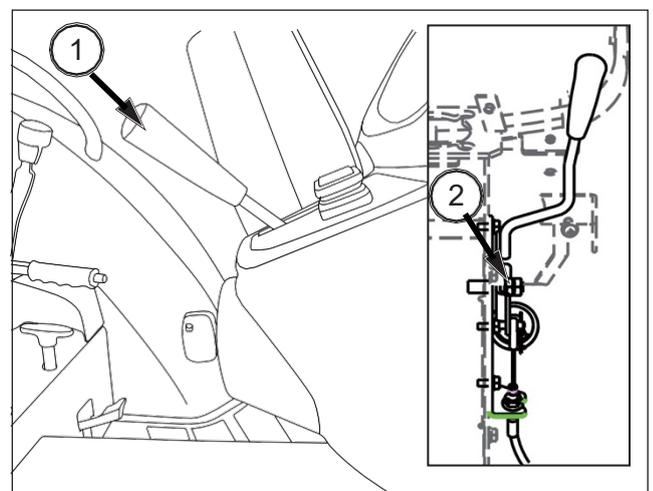

FIG. 108
FIG. 108: La palanca de aceleración (1) debe estar en la posición escogida por el conductor. Con un uso normal, la fricción de la palanca puede disminuir y puede abandonar la posición seleccionada. Gire la tuerca de ajuste (2) si es necesario para mantener la palanca de aceleración en la posición deseada.